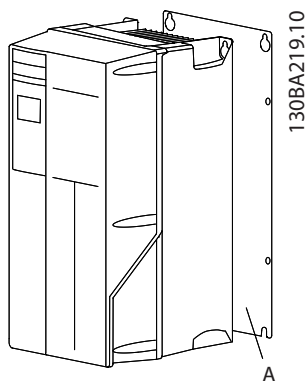
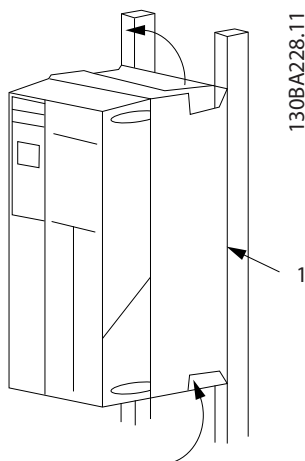

图 2.2 使用背板进行的适当安装
图 2.3 使用导轨进行的适当安装
- 为了提供冷却气流，必须将设备安装到实心平面或选配的背板上（请参阅图 2.2 和图 2.3）。